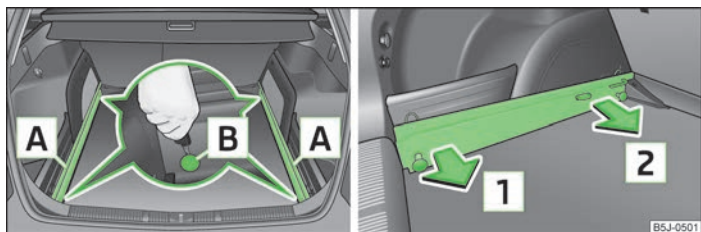

Fig. 52 Eliberarea punctelor de asigurare/Scoaterea șinelor
- › Slăbiți punctele de asigurare [B] » fig. 52 ale șinelor portante, cu cheia, respectiv cu o șurubelniță plată.
- › Pe fiecare șină, apăsați ambele puncte de asigurare [B] » fig. 52, până la limită.